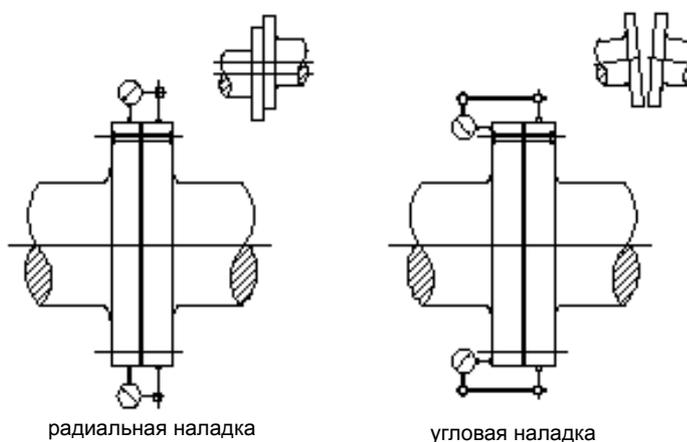

Рисунок 3-9 Проверка наладки с помощью манометров
3. Установить наладочное оборудование. Если используются манометры, то стрелку на циферблате манометра следует установить примерно по середине шкалы. Проверить жёсткость кронштейнов манометра, чтобы предотвратить опасность прогибания, см. *Рисунок 3-9 Проверка наладки с помощью манометров*